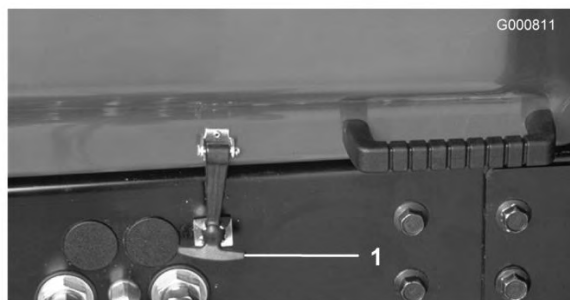

図 30
1. 平らな場所に駐車する。ラッチ (図 30) を外し、フードを持ち上げる。